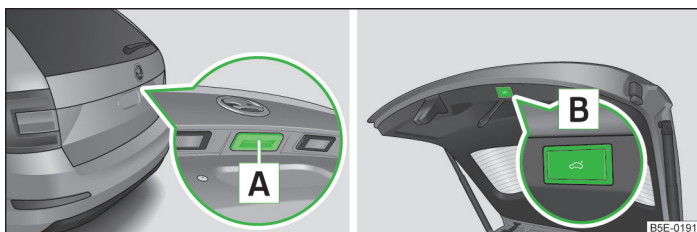

Fig. 21 Actionnement du capot
- > Avec la poignée **A** sur la partie extérieure du capot » fig. 21.
- > Avec la touche **B** sur la partie intérieure du capot » fig. 21.
- Appuyez pendant plus de 3 secondes sur la touche **B** » fig. 21 à la page 41.